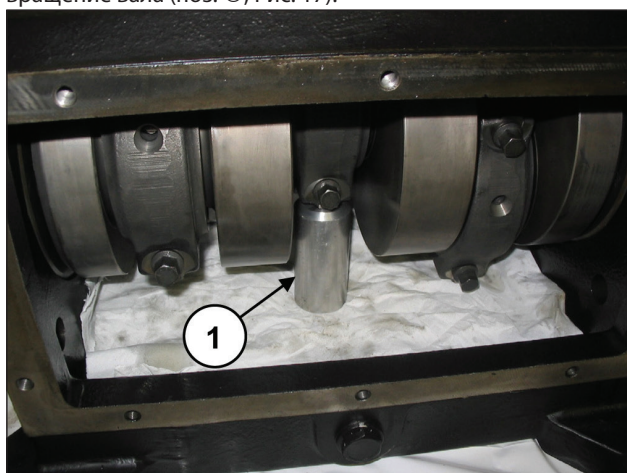

Рис. 17
Вставьте подставку под шатун, чтобы заблокировать вращение вала (поз. ①, Рис. 17).